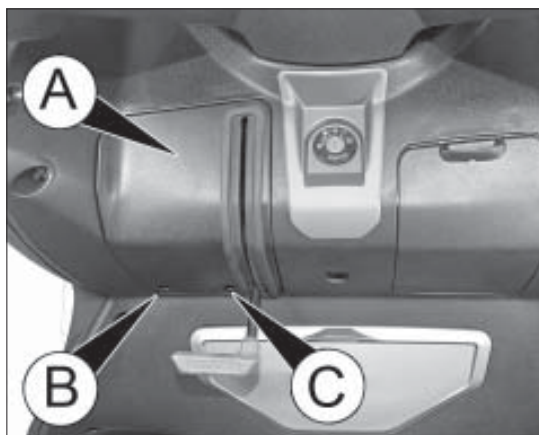

fig. 8
- quite la cubierta A fig. 8 desatornillando los tornillos B y C;